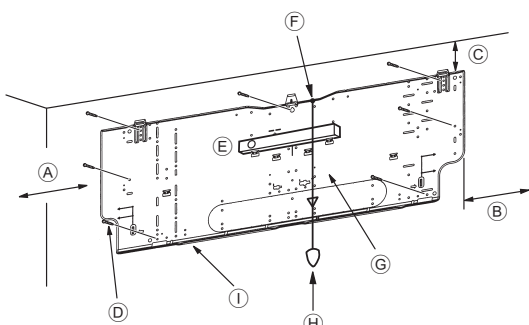
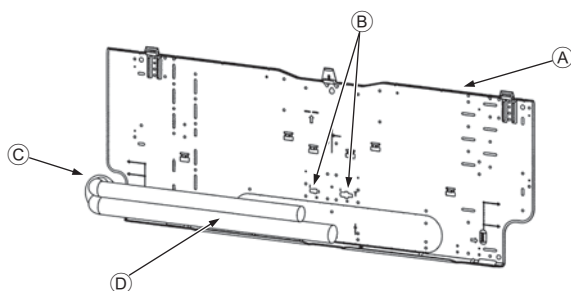

Fig. 3-4
Fig. 3-5
■ PKFY-P-VKM-E (Fig. 3-4)
- Ⓓ Tornillos de fijación (4 × 25) ②
- Ⓛ Placa de montaje ①
3.3. Cuando coloque los tubos en la pared (Fig. 3-5)
- Ⓐ Placa de montaje ①